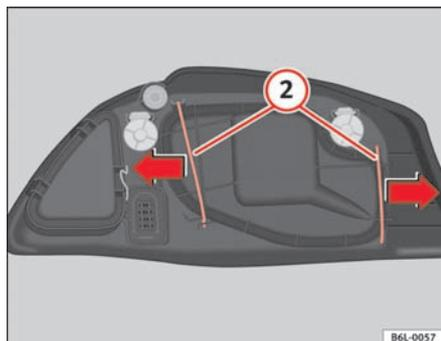

Fig. 152 Lámpara luz de carretera
- Desplace los tirantes (2) ⇒ fig. 152 hacia afuera, en el sentido de las flechas y retire la tapa.
- Coloque la tapa de plástico y coloque los tirantes (2) ⇒ fig. 152.